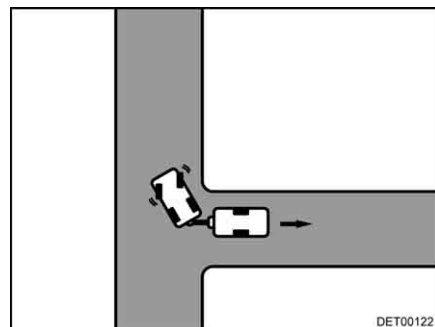

Bild 19 Styr åt höger
- Vrid ratten åt höger och backa försiktigt (Bild 19).